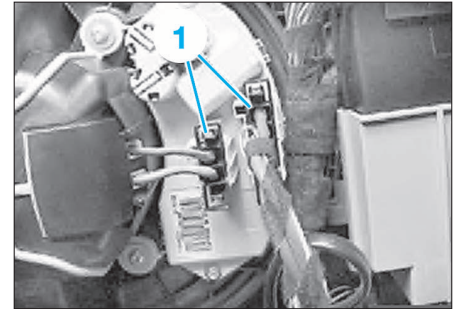

FIG. 6
- Débrancher les connecteurs (1) (Fig.6).